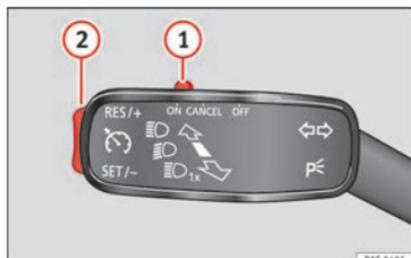

Abb. 41 Siehe Einbauort auf S. 7-8
- Die GRA anschließen: den Schalter » Abb. 41 ① in die Stellung **ON** schieben.
- GRA aktivieren: drücken Sie die Taste » Abb. 41 ② im Bereich **SET/-**. Die aktuelle Geschwindigkeit wird gespeichert und geregelt.
- GRA vorübergehend abschalten: Schieben Sie den Schalter » Abb. 41 ① bis **CANCEL** oder treten Sie auf die Bremse. Regelung wird vorübergehend abgeschaltet.
- GRA wieder einschalten: Drücken Sie die Taste » Abb. 41 ② in **RES/+**. Die gespeicherte Geschwindigkeit wird erneut gespeichert und eingestellt.
- Gespeicherte Geschwindigkeit während GRA-Regelung erhöhen: Taste ② in **RES/+** drücken. Das Fahrzeug beschleunigt bis zum Er-
- Gespeicherte Geschwindigkeit während GRA-Regelung verringern: Taste ② in **SET/-** drücken, um die Geschwindigkeit um 1 km/h (1 mph) zu verringern. Die Geschwindigkeit wird bis zum Erreichen der neu gespeicherten Geschwindigkeit reduziert.
- GRA abschalten: Schalter » Abb. 41 ① auf **OFF** schieben. Das System wird abgeschaltet und die gespeicherte Geschwindigkeit gelöscht.